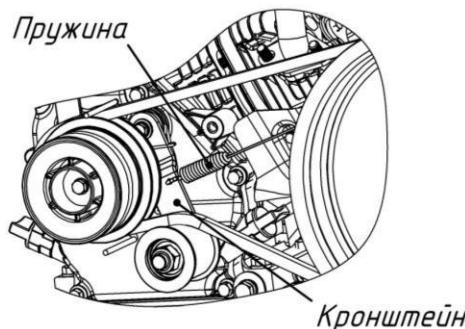

Рис.5. Зацепление троса сцепления с кронштейном.
– зацепите пружину троса сцепления за отверстие на кронштейне, затем заведите оболочку троса с металлическим упором в направляющую и зафиксируйте его в отверстии (рис.5).